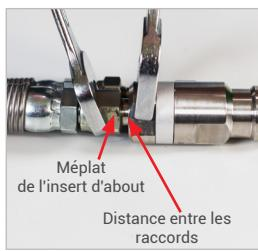

Figure 7
- ▶ Ne pas couvrir la zone entre les raccords (*Figure 7*). La pression doit pouvoir s'échapper sans entraves pendant le desserrage.
- ▶ Desserrez le raccordement du flexible de remplissage sur le raccord en « B2 » de l'insert d'about (pos. 7) du break-away. Pour ce faire, exercez une contre-pression sur le méplat SW(2) de l'insert d'about (*Figure 7*).
Attention : ne pas couvrir la zone située entre le flexible de remplissage et le break-away (*Figure 7*).